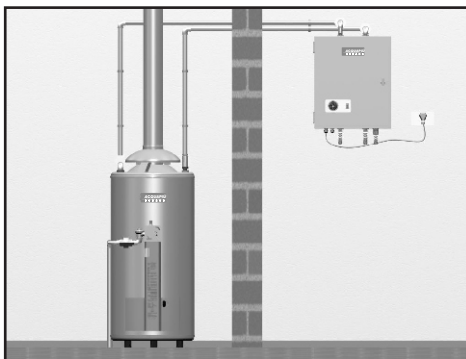

Fig. 4
B) Ubicados separados en 2 ambientes distintos (Fig. 4). En este último caso, se recomienda que la separación entre ambos no exceda los 10 metros.